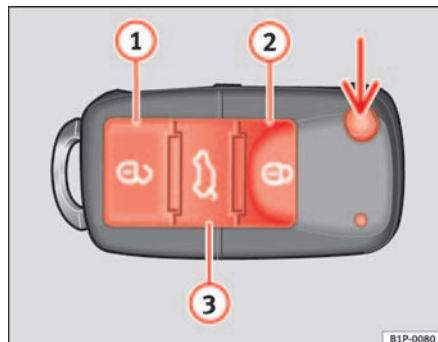
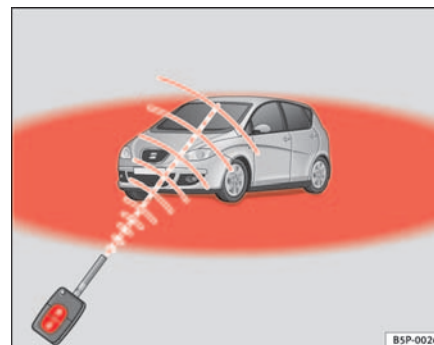

Fig. 64 Botões da chave com telecomando
Fig. 65 Râdio de acção do telecomando por rádio-frequência
Com a tecla ⇒ fig. 64 (seta) do comando, destranca-se o palhetao da chave.
Destrancar o veículo ⇒ fig. 64 ①.
Trancagem do veículo ⇒ fig. 64 ②.
Destrancagem do porta-bagagens. Prima a tecla ⇒ fig. 64 ③ até que todos os indicadores de direcção do veículo pisquem durante breves segundos. Ao premir a tecla de destrancagem ③, dispõe de 2 minutos para abrir o porta-bagagens. Uma vez decorrido este tempo, será novamente trancado.
Além disso, o indicador luminoso da pilha da chave ⇒ fig. 64, começa a piscar.
Premindo uma vez a tecla ⇒ fig. 64 ①, apenas se abrirá a porta do condutor, permanecendo as restantes fechadas.
Premindo duas vezes o botão  ⇒ página 103, fig. 64 , todas as portas serão destrancadas.
- O telecomando por rádio-frequência só funciona, se se encontrar dentro do seu raio de acção ⇒ página 103, fig. 65 (superfície vermelha).
- Utilize as duas chaves que são entregues juntamente com o veículo, a chave com emissor de rádio-frequência e a chave convencional ⇒ página 103, fig. 64 ⇒ página 103, fig. 65.
- Destrancue o veículo a partir da fechadura da porta do condutor ⇒ página 103, fig. 64 ⇒ página 103, fig. 65 com a chave com telecomando. ►